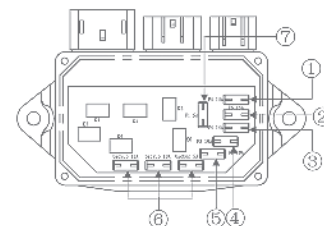

Рис. 91
**Таблица предохранителей** Рис. 91